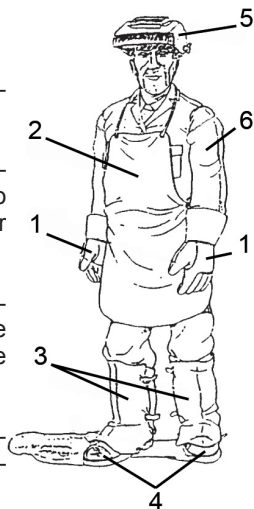

Fig.1
• Los operadores y sus ayudantes deben proteger su cuerpo con trajes de protección cerrados y no inflamables, sin bolsillo ni dobladillos. Las manchas de aceite y grasa deben limpiarse antes de ponérselos. Póngase sólo ropa marcada CE apta para soldadura por arco (Fig. 1):